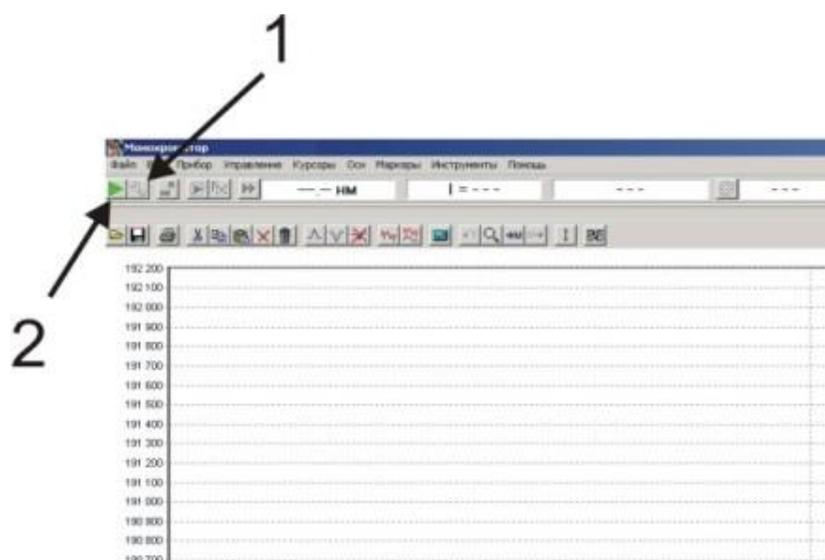

Рис. 7. Программа управления монохроматором
7. В программе установите диапазон сканирования от 400 до 1000 нм и скорость сканирования 100 нм/мин. Для этого нажмите значок «Настройка параметров сканирования», помеченный цифрой «1» на рис. 7. Появится диалоговое окно, в котором необходимо установить нужные параметры и нажать «Ок»:
1. Сделайте запись с включенным осветителем и открытой щелью. Для этого нажмите значок в панели инструментов, помеченный цифрой «2» на рис. 7. В диалоговом окне заполните поле «Образец», например словом «Лампа», и нажмите «Ок». Начнется сканирование. На экране постепенно будет появляться кривая – это будет отклик прибора на сигнал от лампы (кривая  $L(\lambda)$ ). Дождитесь окончания сканирования. Если на получившейся кривой имеются значения, превышающие  $16 \times 10^6$ , то необходимо уменьшить световой поток (для этого можно уменьшить либо высоту, либо ширину входной щели) и повторить запись.